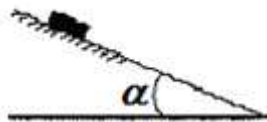

Рисунок 24
2. По наклонной плоскости из состояния покоя начинает скользить тело массой  $m = 1$  кг (рисунок 24). Коэффициент трения скольжения  $f = 0,1$ . Определить закон движения точки, если угол  $\alpha = 30^\circ$ .